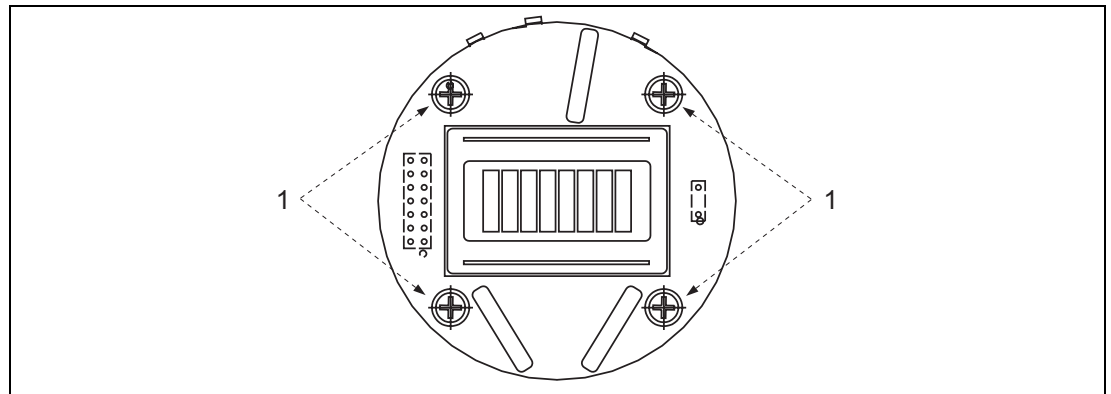

Рис. 10: Вращение дисплея.
3. Выкрутить 4 винта с крестообразным шлицем (1), расположенные по углам дисплея (см. Рис.10).